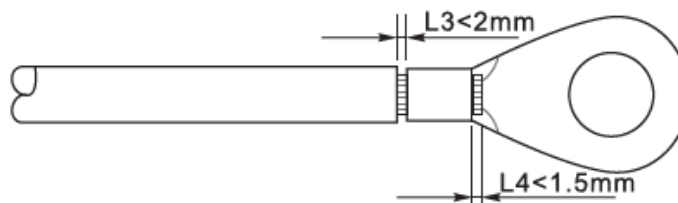

Figura 14 - Preparación del cable de tierra (2)
- 2) Introducir los hilos expuestos en el terminal OT y unirlos usando una crimpadora como la que se muestra en la Figura 14.